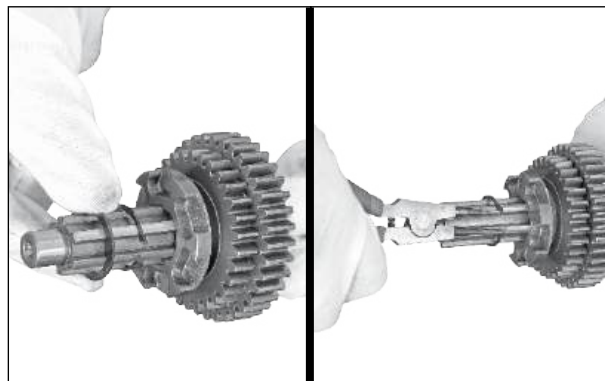

Fig. 3.147
- Remova o calço e o anel elástico (20x1,2 N) do eixo de acionamento. (Fig. 3.147)